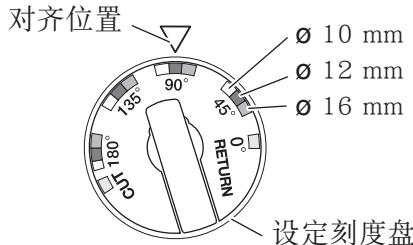

图 41
(6) 将设定刻度盘调至待弯曲钢筋对应的尺寸颜色及角度。(图 41)